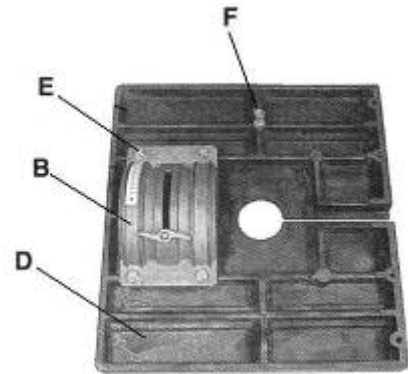

Рисунок 3.
Установите стол (D) с салазками (B) на кронштейн станка (G), вставив зажимной винт (A рис. 3; 4.) в отверстие кронштейна.